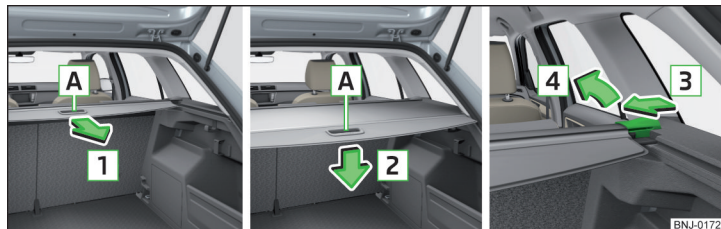

Fig. 109 Masca rulabilă: tragera/rularea/detașarea
▶ Prindeți masca de mâner [A] și trageți-o în sensul săgeții [1] până la limită, până când se fixează cu un declac » fig. 109.
▶ Apăsăți capacul în zona mânerului [A] în sensul săgeții [2] » fig. 109. Capacul se rulează automat. Masca portbagajului rulantă în acest mod poate fi scoasă.
▶ Apăsăți pe partea barei transversale în sensul săgeții [3] și extrageți capacul în sensul săgeții [4] » fig. 109.
- ▶ Pentru **montare**, scoateți masca rulantă a portbagajului » fig. 109 la pagina 86 sau rabatați spre înainte spătarul banchetei » pagina 71.